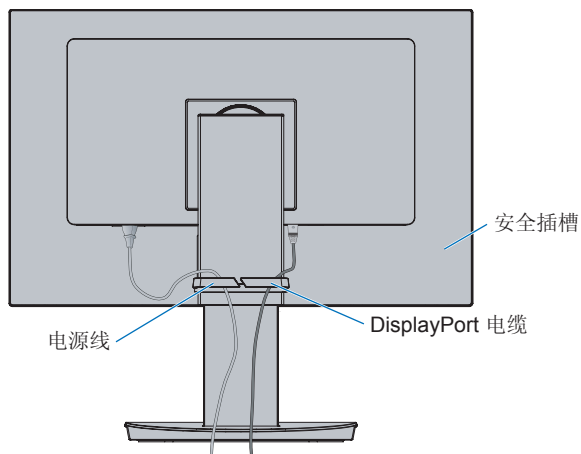

图 5
4. 安装电缆（图 5和图 6）后，请检查是否仍然可以旋转、升高和降低显示器屏幕。